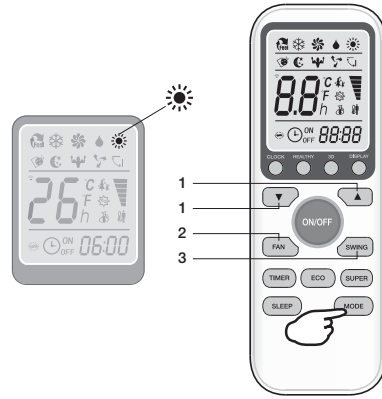

Рис. 12
Для запуска функции обогрева нажимайте кнопку MODE, пока на дисплее не появится символ ☀️. Кнопками ▲ или ▼ задайте температуру выше, чем температура в помещении. Для оптимизации работы системы кондиционирования настройте температуру (1), скорость (2), и направление воздушного потока (3) нажатием соответствующих кнопок (рис. 12).